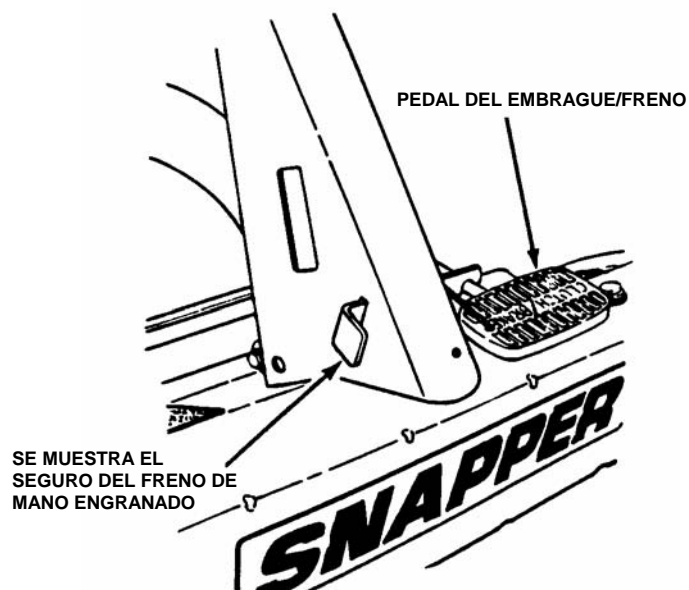

FIGURA 2.14
1. Detenga el movimiento del cortacésped de asiento con motor trasero pisando A FONDO el pedal del embrague/freno para aplicar el freno. Vea la figura 2.14.